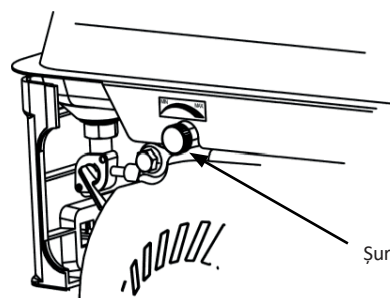

Fig. 6
**Șurub de control al vitezei (Fig. 6)**